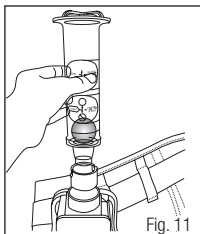
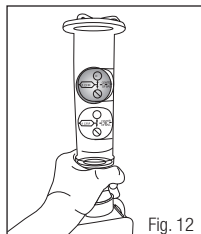

Fig. 11
Fig. 12
- c. Adaptateur V-199 – insérer l'extrémité dans l'orifice de l'adaptateur (Fig. 11) et maintenir le débitmètre à la verticale à l'aide du pouce et de l'index pour couvrir les deux fentes de verrouillage pour tuyau de respiration du connecteur (Fig. 12).
7. Pour les pièces faciales à ajustement lâche, la bille doit se trouver à égalité ou au-dessus du cercle d'essai supérieur (6 pi³/min) (Fig. 12).